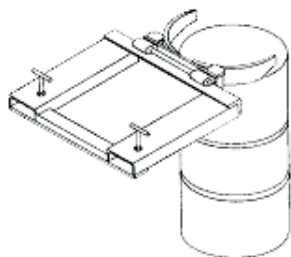

Figura 3
4. Levante e incline ligeramente el gancho agarrador de tambor en su posición sobre la parte superior del tambor. (Figura 3)